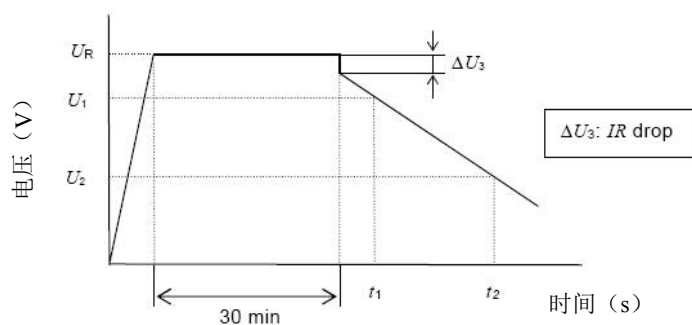

图2 电容器的端电压特性
- ◎ 测量电容器两端电压从 $U_1$ 到 $U_2$ 的时间 $t_1$ 和 $t_2$ ，如图2所示，根据下列等式计算电容量值：